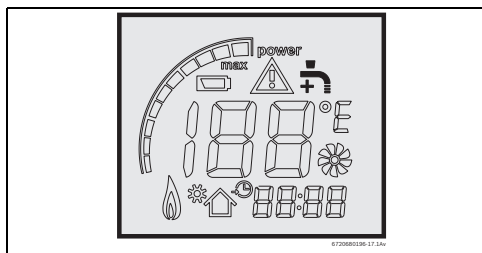
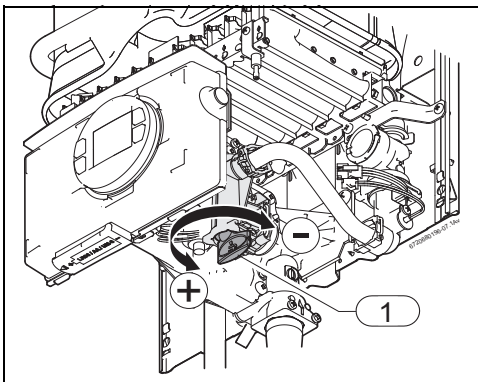

Fig. 9 Caudal del agua (aumento/reducción)
Fig. 14 Selector del caudal del agua
El aparato controla la temperatura de salida (± 3 °C) en función del valor seleccionado. Siempre que el símbolo del grifo surge en el display (→ Fig. 9), el caudal del agua necesita de ser ajustado (Fig. 14,[pos. 1]).